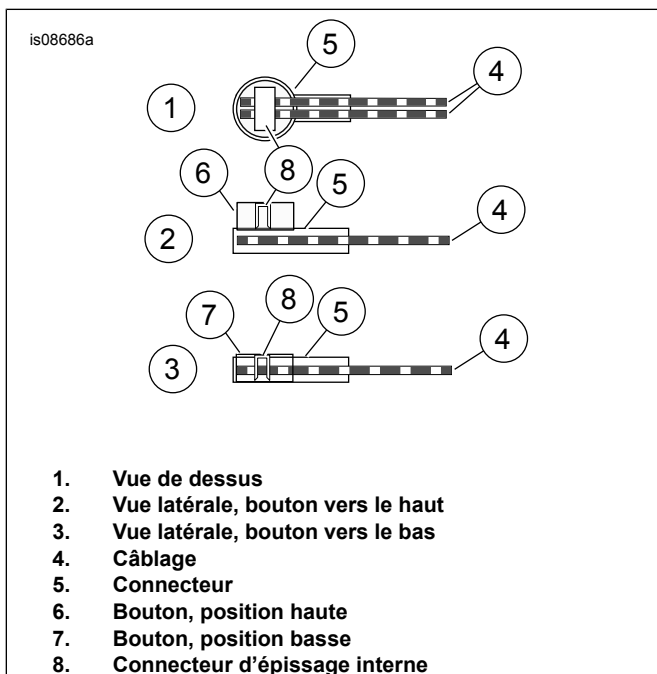

Figure 3. Raccorder le connecteur et les fils
8. Voir Figure 3 . Glisser les fils de couleur assortis (4) jusqu'au bout en les faisant entrer dans le connecteur (5) comme indiqué.
9. À l'aide d'une pince, sortir le bouton de la position haute (6) à la position basse (7).